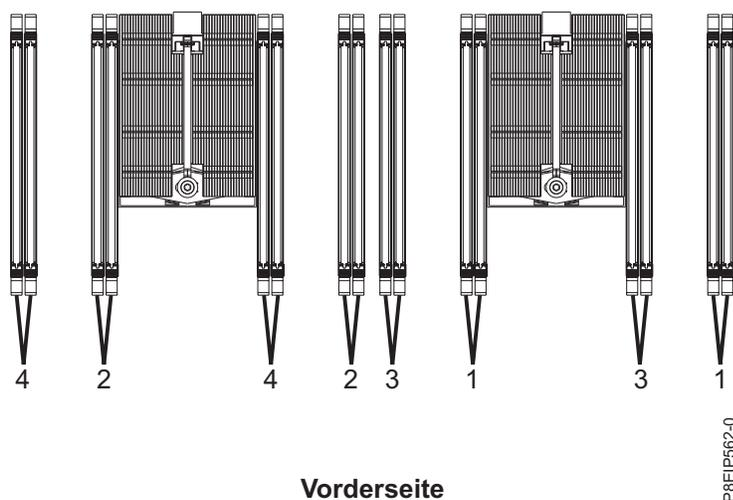

Abbildung 29. Speichersteckplatzpositionen und Steckreihenfolge
- Die Speicher-DIMMs müssen in einer bestimmten Reihenfolge hinzugefügt werden. Mithilfe der Tabelle 4 auf Seite 33 und der Abb. 29 auf Seite 33 können Sie die Platzierung des Speichers bestimmen.